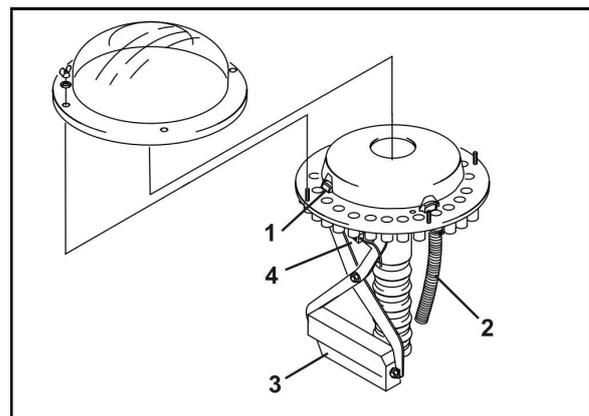

Fig. 51
- la activación de carriles en el cabezal repartidor bloquea mediante una corredera (Fig. 51/1) la distribución de semillas a los conductos de semillas (Fig. 51/2) de las rejillas de carriles
La alimentación con semillas a las rejillas de carriles se interrumpe tan pronto como el motor eléctrico (Fig. 51/3) cierra los correspondientes tubos de llegada (Fig. 51/2) en el cabezal repartidor.
Un sensor (Fig. 51/4) comprueba si las correderas (Fig. 51/1), que abren y cierran los tubos de llegada (Fig. 51/2) trabajan de forma adecuada.